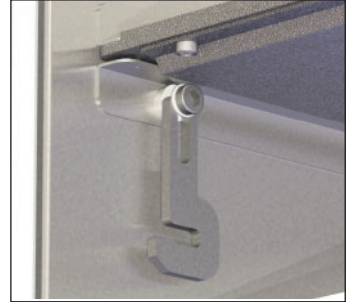

Abb. 24 Thermoblech-Arretierung gelöst
2. Sicherungshaken nach unten drehen (Abb. 24).